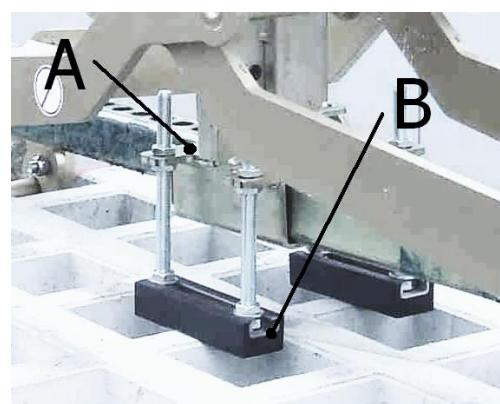

Fig. 1
Quando si utilizza l'apparecchio con elementi posti l'uno sopra l'altro, per la presa di singole lastre in pietra (poste l'una sopra l'altra), suggeriamo di utilizzare l'accessorio "supporto di regolazione dell'altezza"! – vedi Fig. 1
Quindi, l'altezza di presa deve essere regolata nuovamente per il sollevamento di elementi delle stesse dimensioni (vedi Fig 1).
- Il "supporto di regolazione dell'altezza (B)" è attaccato al "piastrello di montaggio del supporto (A) di regolazione dell'altezza" → vedi Fig. 1
- Regolare il "supporto di regolazione dell'altezza (B)" con viti di regolazione e verificare che entrambi i "supporti di regolazione dell'altezza (B)" abbiano la stessa altezza e che le barre dei tamponi siano posizionate al centro dello spessore della pietra. → vedi Fig. 1